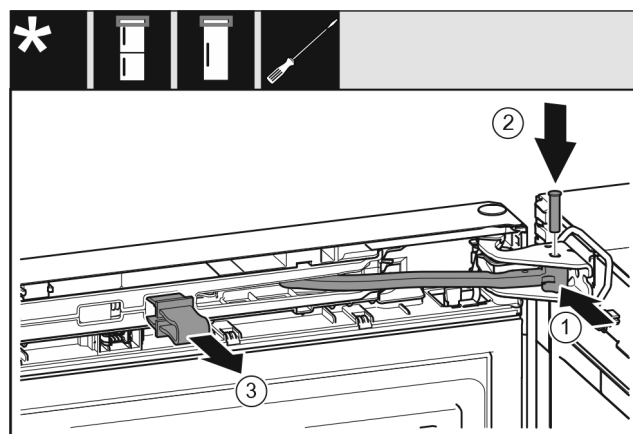

Fig. 23
- Gelenk in Lagerbock drehen. Fig. 23 (1)
- Bolzen in Lagerbock und Gelenk einsetzen. Dabei darauf achten, dass der Rastnocken korrekt in der Nut sitzt. Fig. 23 (2)
- Sicherung abnehmen. Fig. 23 (3)